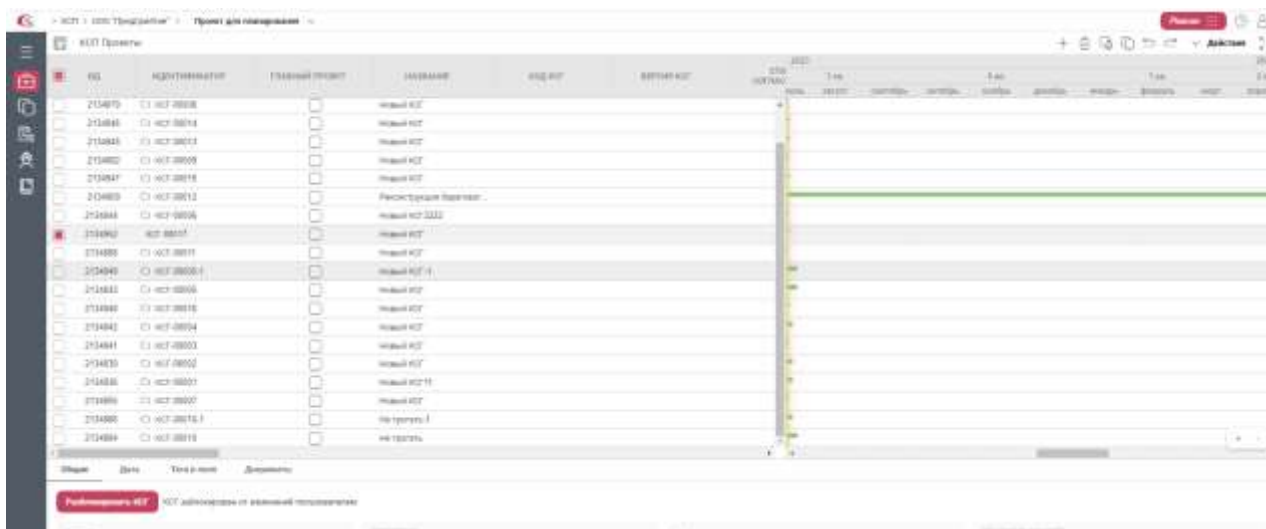

Рисунок 68– Раздел «Проекты, проект заблокирован от изменений»
2. Проект заблокирован (Рисунок 68):